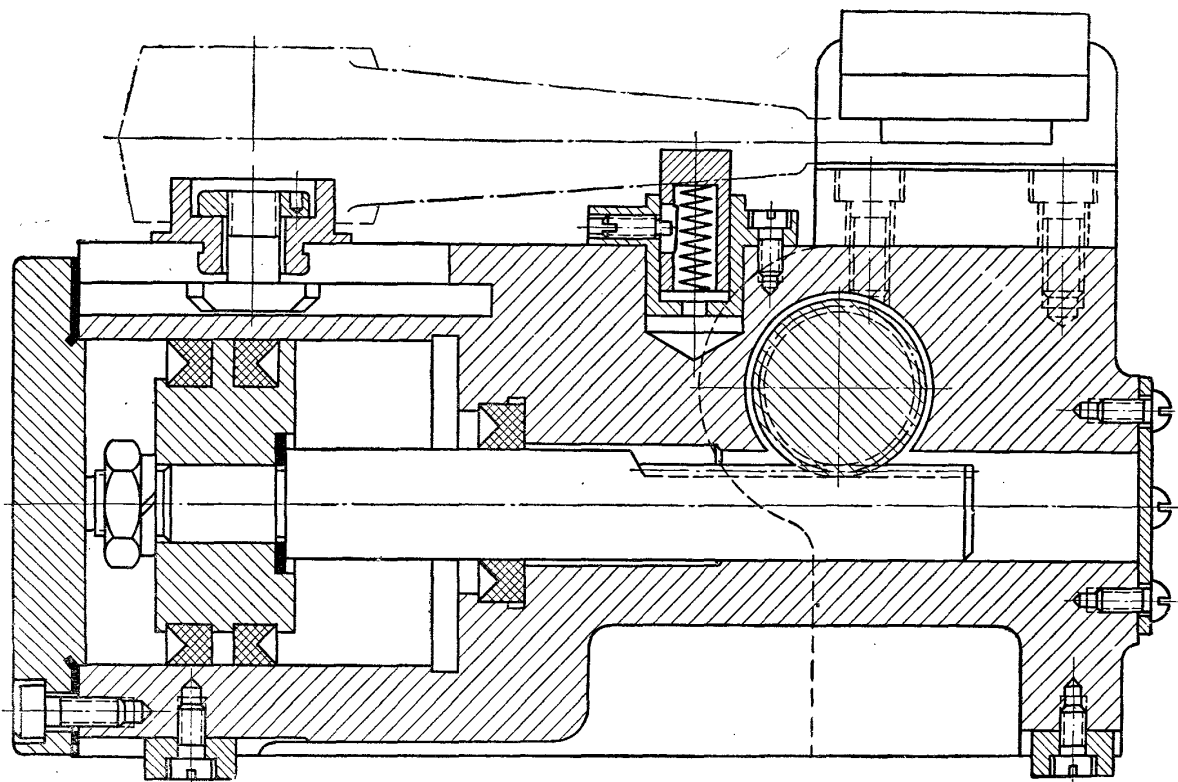

Рис. 35
6. . Составьте описание конструкции и принципа действия приспособления по Рис. 35.